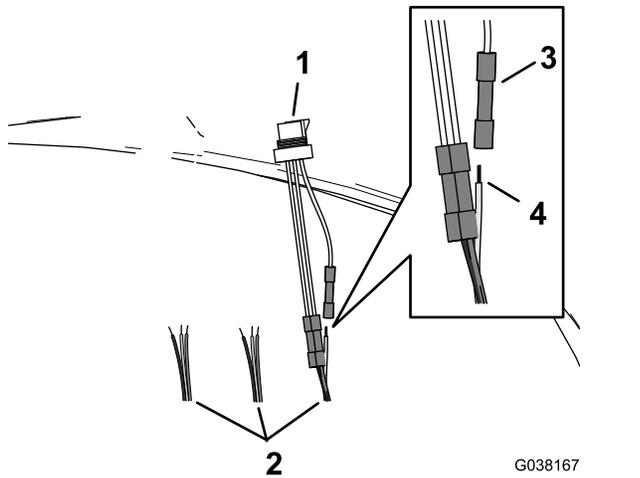

Bild 34
- Stecken Sie das Kabel des DIN-Kabelbaums in den Kabelmuffenanschluss des 3-Stift-Adapters (Bild 34).